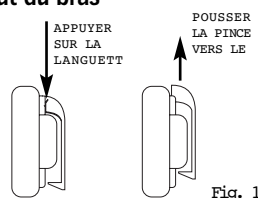

Fig. 1
- Veillez à enlever la pince pour ceinture. Pour enlever la pince, saisissez-la avec le pouce dans l'encoche semi-circulaire à la base et l'index sur la languette supérieure. Poussez simultanément la languette vers le bas pour libérer la pince, puis la pince hors de la rainure (Fig. 1).